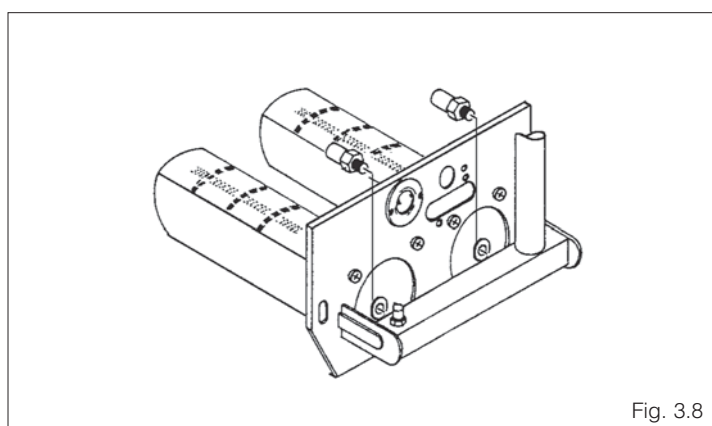

Fig. 3.8
- Desenroscar las dos boquillas (presentes en el quemador) para metano y sustituirlas por las de GLP, utilizar las juntas de aluminio de la dotación (fig. 3.8).